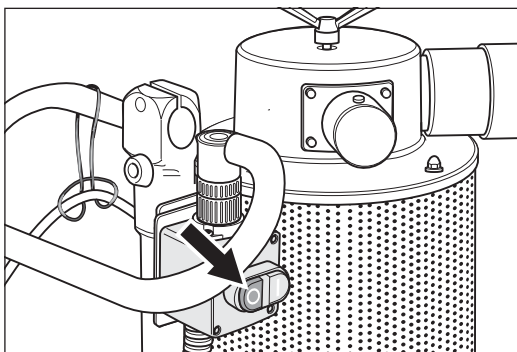

Abb. 23 Zum **Ausschalten** der Maschine den **roten Knopf (0)** am Ein-/Aus-Schalter drücken.
- 2 Drücken Sie den **roten Knopf (0)** am Ein-/Aus-Schalter (Abb. 23).